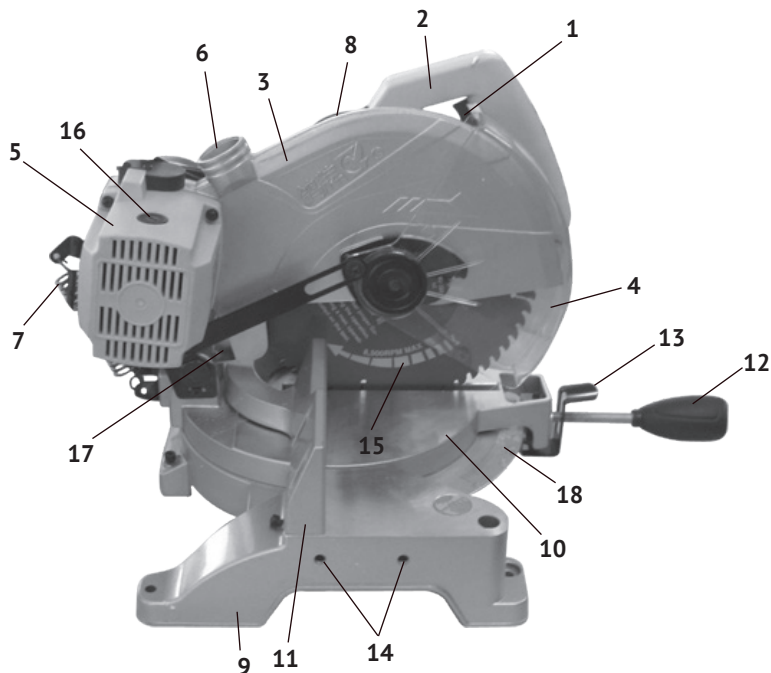
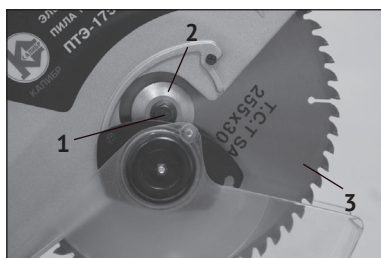

рис.1
рис.4
1.1.3 Основным несущим узлом режущего блока пилы является металлический корпус редуктора, выполненный заодно с верхним защитным кожухом диска (рис.1 поз.3). К корпусу крепится пластиковый корпус двигателя (рис.1 поз.5). С противоположной стороны к редуктору крепится рукоятка. Вертикальное перемещение режущего блока для реза обеспечивает ось, закреплённая между двумя опорами рабочего стола, выполненных в виде кронштейнов. Возвратная пружина (рис.1 поз.7) возвращает режущий блок в исходное положение.
1.1.4 Рабочий стол (рис.1 поз.10), вместе с режущим блоком, имеет возможность смещения (вправо/влево) относительно основания (рис.1 поз.9) и параллельного упора (рис.1 поз.11), в который упирается обрабатываемая заготовка. Таким образом обеспечивается косой (от 0 до 45°) рез материала (брус, доска, планка и т.п.). В комплект поставки входят две дополнительные опоры для поддержки длинномерных заготовок, которые крепятся к основанию пилы в отверстия (рис.1 поз.14) с двух сторон.
- проверьте работоспособность выключателя электродвигателя инструмента. Не подключая пилу к электросети, нажмите и отпустите клавишу выключателя (рис.1 поз.1) – она без задержек должна возвратиться в исходное положение;
- включение/выключение пилы осуществляется нажатием на клавишу выключателя (рис.1 поз.1), при отпускании клавиши двигатель отключается. Подвижной защитный кожух будет подниматься автоматически по мере опускания режущего блока.
- отведите подвижный защитный кожух (рис.1 поз.4) вверх до упора, чтобы иметь свободный доступ к шпинделю (рис.4 поз.1). Заблокируйте вращение шпинделя нажатием кнопки фиксации, расположенной на
корпусе режущего блока, между рукояткой (рис.1 поз.2) и верхним кожухом;
- с помощью специального ключа открутите фиксирующий болт диска, снимите внешний прижимной фланец (рис.4 поз.2) и пыльный диск (рис.4 поз.3) вместе с опорным фланцем со шпинделя;
- для установки угла поворота ослабьте фиксирующую рукоятку поворотного основания (рис.1 поз.12) рабочего стола;
- нажав рычаг фиксатора (рис.1 поз.13) установите необходимый угол распила и отпустите рычаг, надёжно затяните фиксирующую рукоятку поворота рабочего стола.
- во время работы для эффективного отвода пыли из зоны пиления подключите пылесос или установите штатный пылесборник на отверстие отвода стружки (рис.1 поз.6);
- для замены щёток необходимо открутить крышки щёткодержателей (рис.1 поз.16) на корпусе двигателя, вынуть использованные щётки из щёткодержателей, заменить их новыми и закрутить крышки щёткодержателей. Щётки следует менять парой, для обеспечения их равного давления на коллектор якоря;
- для замены ремня необходимо: снять защитный кожух (рис.1 поз.8), проворачивая ведомый шкив, снять ремень. Очистив вал якоря (является шкивом ведущим), шкив ведомый и кожух ремня, установить новый ремень и прикрутить защитный кожух;